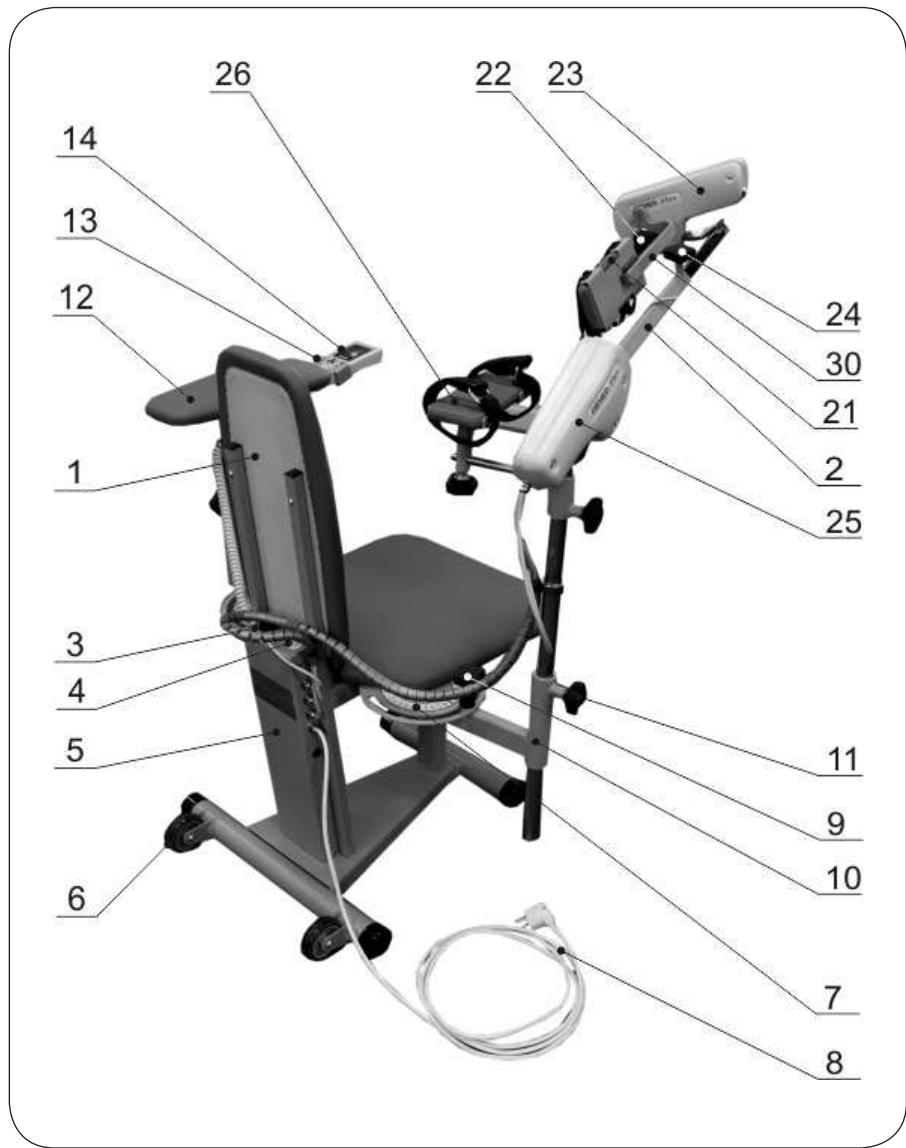
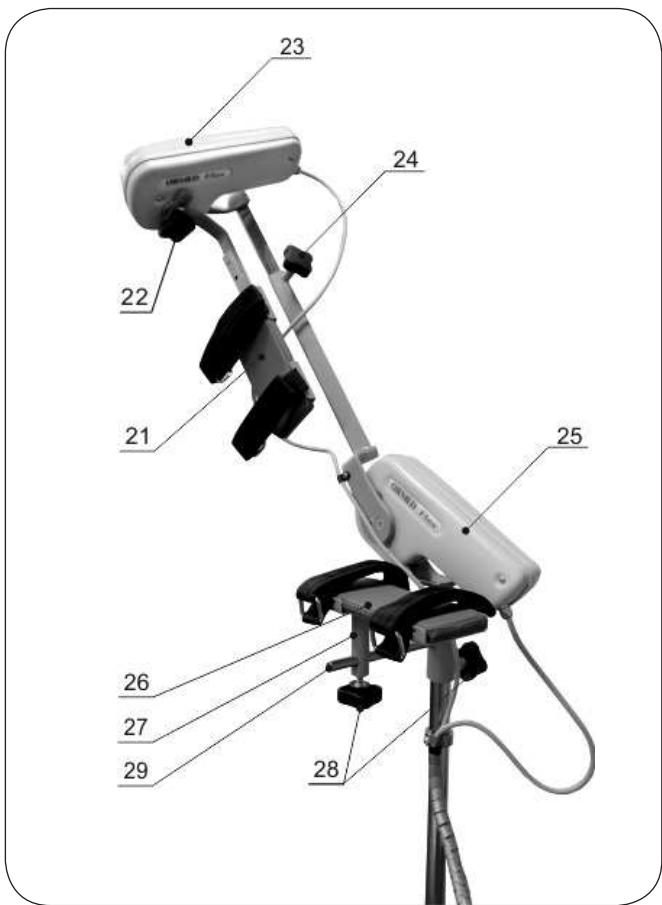

Рисунок 4.1 – Основные функциональные элементы Аппарата
Рисунок 4.2 – Основные функциональные элементы исполнительного механизма
4.2. Основные функциональные элементы Аппарата (см. рис. 4.1, рис. 4.2):